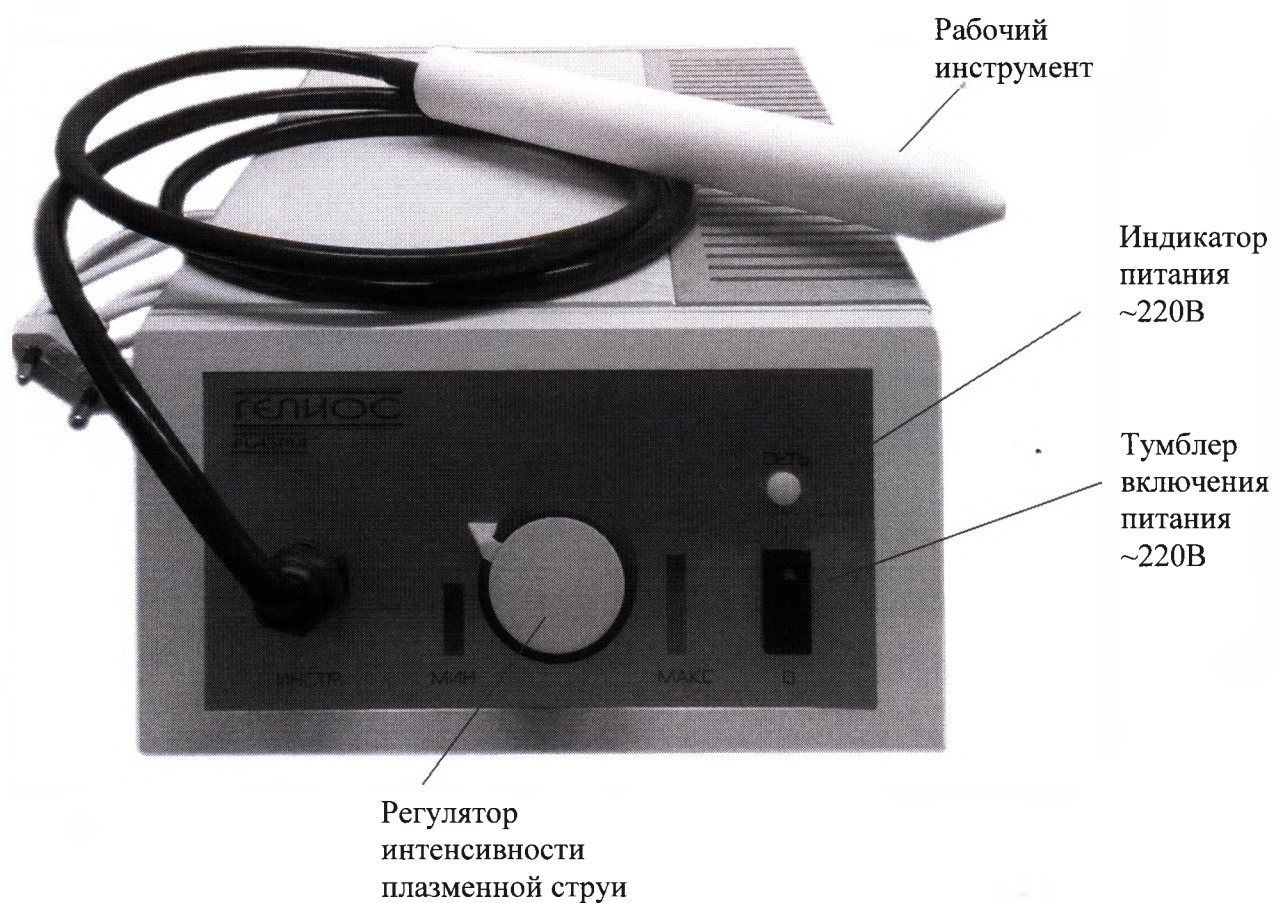

Рис. 2 Вид со стороны передней панели аппарата «Гелиос»
Включение аппарата «Гелиос» и регулировка интенсивности плазменной струи производится на передней панели (см. рис. 2).
- убедиться, что регулятор расхода газа на редукторе находится в нулевом (“0”) положении, а регулятор интенсивности плазменного факела на передней панели находится в крайнем левом положении (против часовой стрелки), при этом тумблер включения питания находится в положении “О” (Выключено) (см. рис. 2);